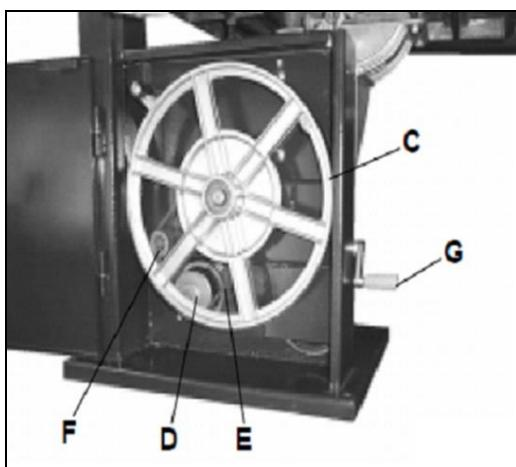

Fig 28
Das untere Bandrad (C, Fig 28) verfügt über zwei Poly-V-Riemscheiben, der Motor verfügt über eine Zwillings-Poly-V-Riemscheibe (D).